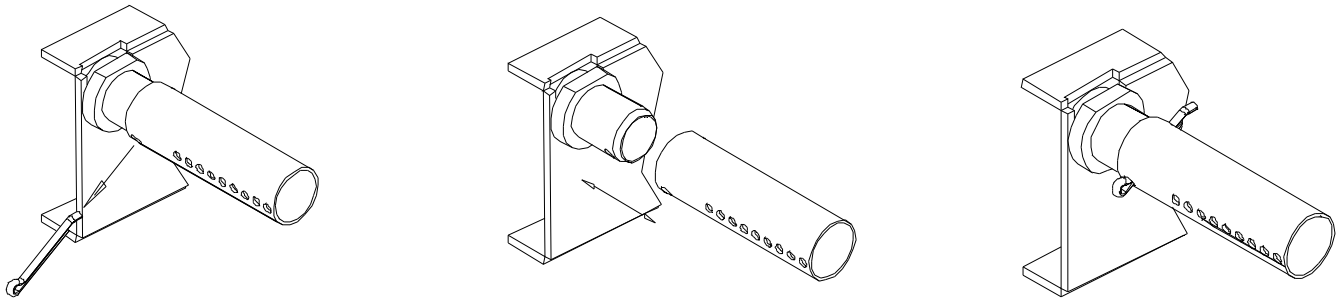

Figure 9
4.4 Remplacement des tubes d'aération auxiliaires (Consultez la Figure 9)